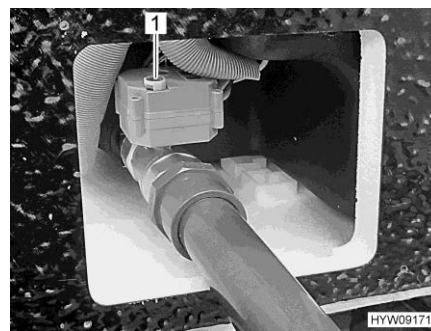

Fig. 177 Manovella (rubinetto di scolo delle acque grigie)
- Per aprire il rubinetto di scolo delle acque grigie sollevare la manovella (Fig. 177,1) e ruotarla in senso antiorario fino a battuta. La direzione di rotazione (O per apertura, S per chiusura) è indicata sulla manovella.
- Per chiudere il rubinetto di scolo delle acque grigie sollevare la manovella (Fig. 177,1) e ruotarla in senso orario fino a battuta.